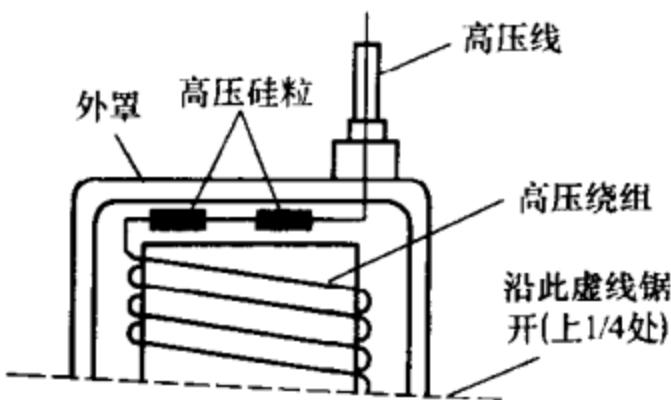

图3-4 硅柱与高压绕组连接示意图
高压硅柱是负离子发生器等家用电器以及其他电器设备常用而且故障率较高的元器件之一。在检修时查知高压硅柱已损坏，又一时难以买到时，可以用已废弃的14、17寸电视机中一体化行输出变压器来代替。因为此部件损坏的部位多为高压包击穿，而内部的高压整流元件（高压硅粒）还是完好的，而且每个硅粒的耐压在 7000V 。图3-4 硅柱与高压绕组连接示意图具体方法如下：
(1) 找一废弃的一体化行输出变压器，从整体高度上部的 $1/4$ 处用钢锯锯断，便可发现与高压绕组一端相串联的、由两个棕色硅粒组成的弧形硅柱，如图3-4所示，与高压绕组连接的一端为正极。用锋利的刀尖仔细将浇注的环氧树脂切去后便可得到硅粒。